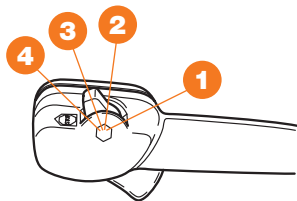

Рис. 7
Установите переключатель остановки в положение запуска **2** около трети (Рис. 7).
- Установите требуемую скорость работы двигателя с помощью рычага дроссельной заслонки (Рис. 7).
- Двигатель останавливается перемещением переключателя остановки в положение «стоп» (Рис. 7).